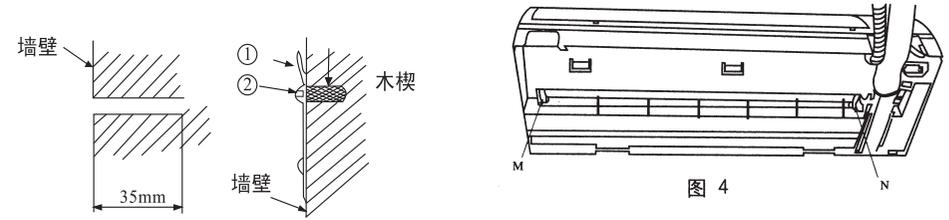

图3
- (1) 如图3所示在墙上钻一个孔, 并用螺钉和相配的木楔把安装板牢固安装。